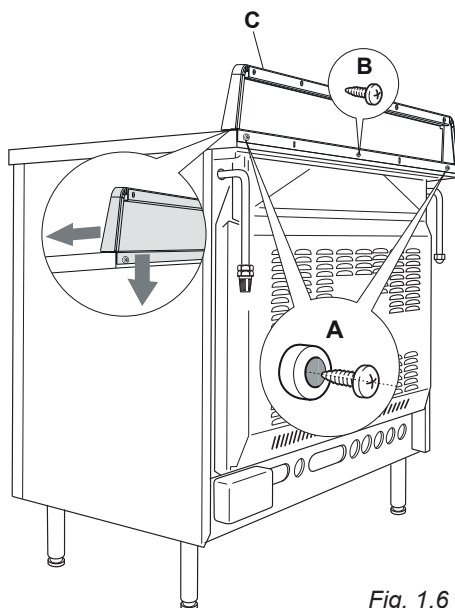

Fig. 1.6
- Togliere i distanziatori "A" (fig. 1.6) dal lato posteriore del piano di lavoro svitando la vite di fissaggio.
- Applicare l'alzatina come evidenziato in figura e fissarla rimontando i distanziatori "A" e la vite "B" (fig. 1.6).